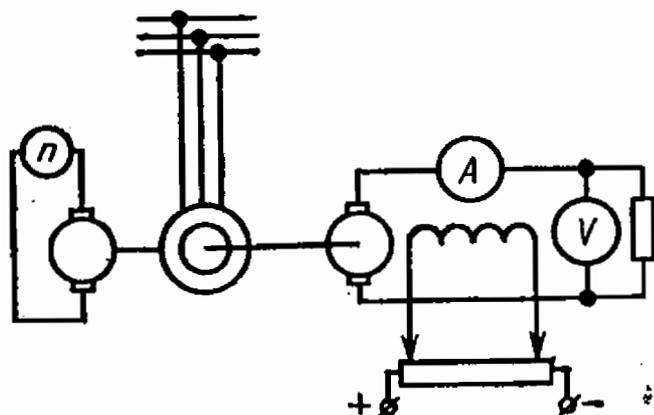

Рис. 14.3
14.3. Для исследования рабочих свойств двигателя переменного тока его вал соединим с валом генератора постоянного тока независимого возбуждения и с валом магнитоэлектрического тахогенератора, а остальные элементы цепей машин и измерительные приборы — согласно схеме рис. 14.3.